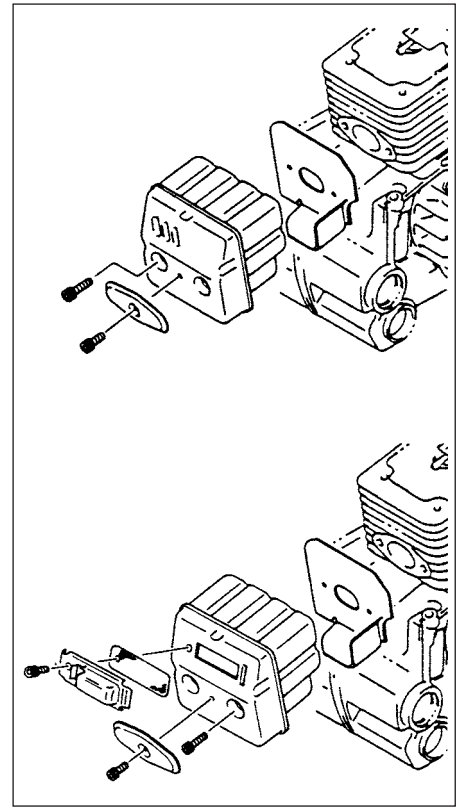

Fig.3-10
**Pulizia del silenziatore (Fig. 3-10)**